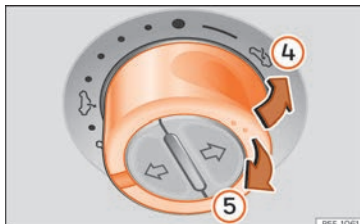

Fig. 16 En el revestimiento interior del techo: pulse el conmutador y tire de él para levantar y bajar el techo.
- Levantar: pulse el conmutador hacia la posición » » » **fig. 16 (4)**. Para una posición intermedia, mantenga el conmutador accionado hasta alcanzar la posición deseada.
- Bajar: tire el conmutador hacia la posición » » » **fig. 16 (5)**. Para una posición intermedia, mantenga el conmutador accionado hasta alcanzar la posición deseada.